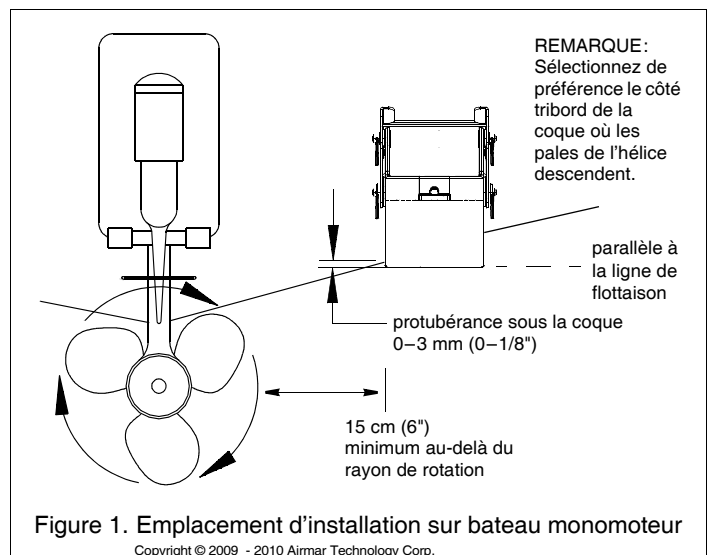

Figure 1. Emplacement d'installation sur bateau monomoteur
- Sélectionnez de préférence le côté tribord de la coque où les pales de l'hélice descendent (Figure 1).
- **Bateau monomoteur** — Installez la sonde à 15 mm (6") au moins, du rayon de rotation de l'hélice (Figure 1).
1. Positionnez la sonde à l'emplacement sélectionné de sorte que la face inférieure descende à 3 mm (1/8") en dessous de l'arête inférieure du tableau arrière (Figure 1). Vérifiez que toutes les cales sont bien en place. (Vous pouvez fixer provisoirement la (les) cale (s) à l'étrier avec du ruban adhésif.) Avec la sonde en position opérationnelle, marquez la position des coins inférieurs de l'étrier.
5. Faites coulisser verticalement les fentes sur les vis de fixation jusqu'à ce que le coin intérieur bas de la sonde dépasse de 0 à 3 mm (0-1/8") en dessous du fond de la coque (Figure 1). Serrez les quatre vis de fixation de l'étrier quand la sonde est à la position correcte. Pour accéder facilement aux vis de fixation, enlevez la sonde de l'étrier (Figure 4). *N'omettez pas de remettre l'entretoise en place lors du remontage de la sonde.*
- b. Augmentez la profondeur d'immersion de la sonde par étapes successives de 3 mm (1/8") (Figure 1).